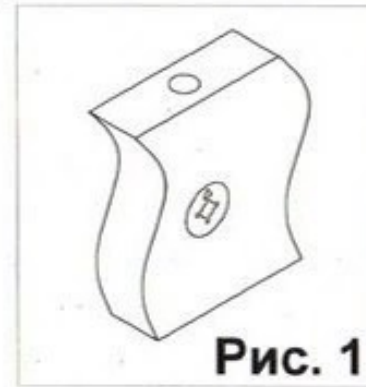

Рис. 1
Взять стенку заднюю выдвижного ящика и забить в соответствующие отверстия шканты (1). Соединить боковины ящика с задней стенкой. Фиксацию производить при помощи евроинтов (6). Далее положить каркас ящика на заднюю стенку и забить шканты (1) в соответствующие торцевые отверстия на боковинах ящика, и вставить стяжки-растекс (15) (см. рис. 1). После этого вставить дно ящика в пазы на каркасе ящика, таким образом, чтобы дно ящика вошло в паз на стенке задней ящика. Далее закрутить в переднюю панель ящика в имеющиеся муфты дюбеля стяжек-растекс (4). Соединить переднюю панель ящика с каркасом. Фиксацию произвести путем поворота стяжки (15) по часовой стрелки. Затем вставить ящик в каркас стола и прикрутить боковины ящиков к направляющим. Далее к передней панели прикрепить ручку (12). Аналогичным образом собрать остальные ящики.